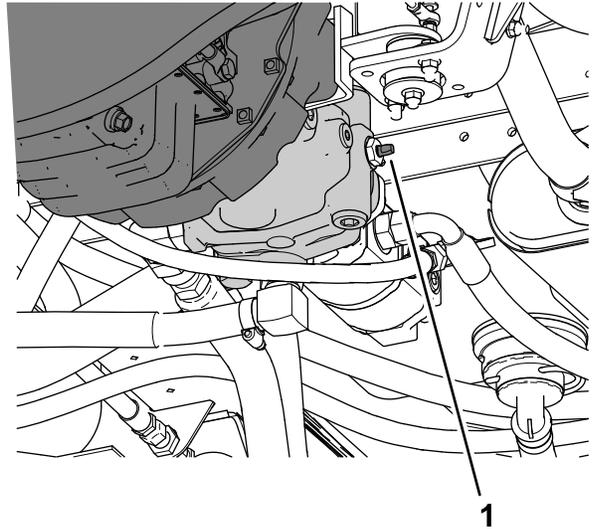

图 60
3. 将拖车阀图 60 向任意方向旋转 90° 打开拖车阀。